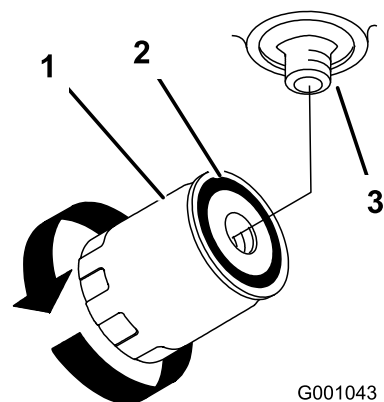

Figura 50
- Togliete il filtro usato e tergete la superficie della guarnizione del riduttore del filtro (Figura 50).
- Quando il filtro idraulico è pieno, giratelo in senso orario finché la guarnizione di gomma non tocca l'adattatore, quindi serrate il filtro di un ulteriore 1/2 giro (Figura 50).